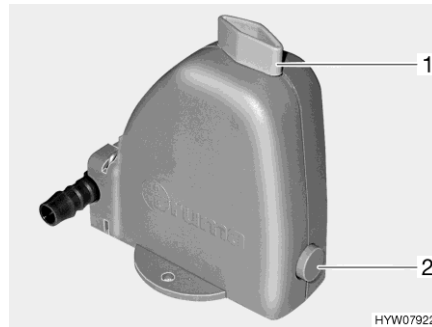

Fig. 140 Válvula de seguridad/purga
La calefacción está equipada con una válvula de seguridad/purga (Fig. 140). La válvula de seguridad/purga evita que el agua para la preparación de agua caliente se congele cuando no esté conectada la calefacción en caso de congelación.
- Cerrar la válvula de seguridad/purga. Para ello, girar el botón giratorio (Fig. 140,1) a la posición transversal en referencia a la válvula de seguridad/purga y hundir el botón de presión (Fig. 140,2).
- Abrir la válvula de seguridad/purga. Para ello, girar el botón giratorio (Fig. 140,1) a la posición longitudinal en referencia a la válvula de seguridad/purga. El botón de presión (Fig. 140,2) salta hacia fuera. El depósito de agua sanitaria se vacía hacia fuera a través de la válvula de seguridad/purga.